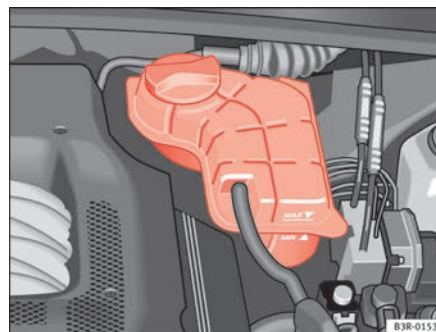

Fig. 175 Vano motore:
- Controllare il livello del liquido di raffreddamento nel serbatoio ⇒ **fig. 175**. A motore freddo il livello deve essere compreso tra i contrassegni "min" e "max". A motore caldo può anche trovarsi leggermente al di sopra del contrassegno "max".
- Coprire con uno straccio il tappo del serbatoio di compensazione del circuito di raffreddamento ⇒ pag. 235, fig. 175 e svitarlo **con cautela** in senso antiorario ⇒ .